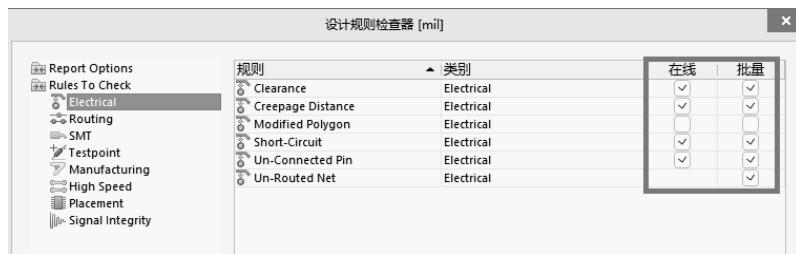

图 14-8 电气性能检查选项
(1) 导入之后存在报错，取消不常用的 DRC 检查选项，DRC 检查选项过多导致 PCB 设计布局布线的时候经常卡顿，可以只剩下电气性能的检查选项，如图 14-8 所示。